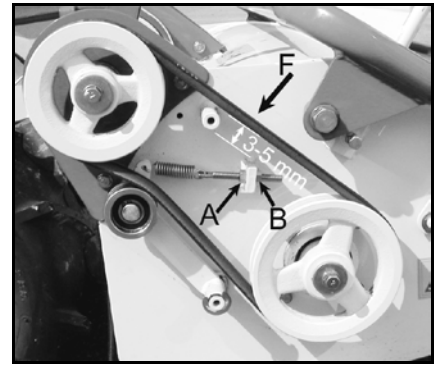

Bild21
- Drücken sie mit dem Finger (F, Bild 21) der Keilriemen muss sich